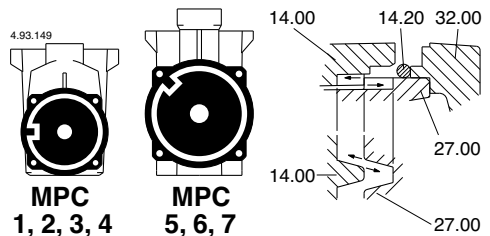

Fig. 6 Vervangen pomphuis (14.00) - diffuserdekseel (27.00)
**Bij montage van de motor met de waaier erop letten dat het uitstekende deel van het pomphuis (14.00) in de uitsparing van het diffuserdekseel (27.00) valt (fig. 6).**